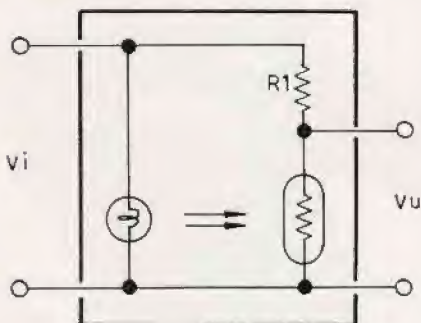

Figura 5
**Se poi vogliamo fare un limitatore di guadagno** si potrà inserire, in un punto a livello opportuno, questo elemento (figura 5); al crescere della  $V_i$ , la lampada si accende di più, e la fotoresistenza riduce il suo valore; se  $R_1$  è bassa si ha solo limitazione del guadagno; se  $R_1$  è alta al crescere di  $V_i$  la  $V_u$  può addirittura calare.